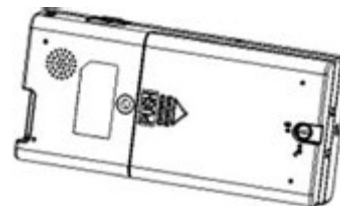

Рис. 2-4
- 1) Откройте крышку батарейного отсека: Поверните крепежный винт в положение «П», а затем нажмите крышку как указано стрелкой, Рис. 2-4.